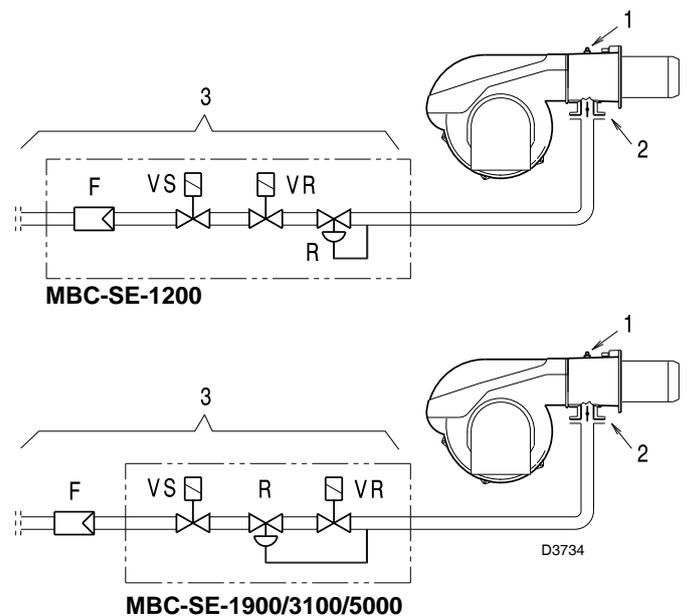

Fig. 24
测试点 1) (图 . 24) 处所测得的燃气压力，同时：
蝶阀 2) (图 . 24) 开启至最大角度 90° 时的压力损失。
燃气阀组 3) (图 . 24) 的压力损失包括：
– 用测试点 1) (图 . 24) 测得的燃气压力减去炉膛背压。
测试点 1) (图 . 24) 处的燃气压力 = 31 mbar
计算测试点 1) (图 . 24) 处所需燃气压力，将燃烧器以最大出力运行：
– 读出右边栏 1 所示测试点 1) (图 . 24) 处压力。
测试点 1) (图 . 24) 处所需压力。